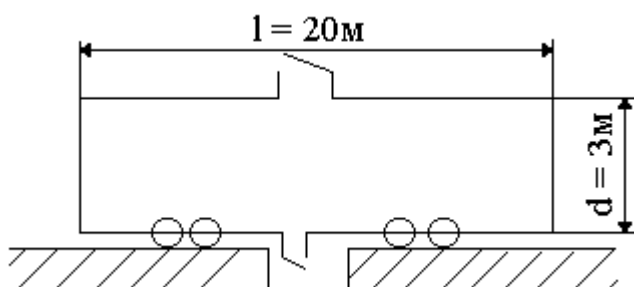

Рис. 3.
9. При сливе мазута из железнодорожной цистерны (рис. 3) для разогрева мазута использовался водяной пар. После завершения слива мазута водяной пар также сконденсировался и был удален. Воздух в цистерне имел температуру  $t = 100^\circ\text{C}$ . Люки цистерны были закрыты и цистерна в таком состоянии находилась до тех пор, пока не охладилась до температуры окружающей среды  $t_{\text{окр}} = -10^\circ\text{C}$ . Давление окружающей среды  $P_{\text{бар}}=760$  мм.рт.ст. Определить силу  $F$  (в тоннах) которая будет действовать на стенки цистерны после охлаждения.